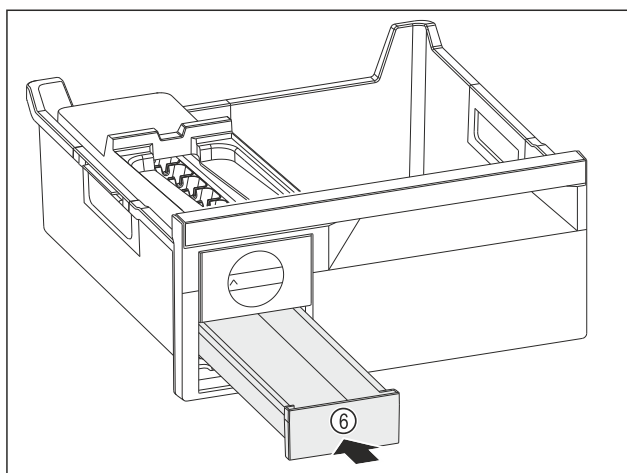

Fig. 92
- ▶ Встановіть форму для льоду Fig. 92 (6).